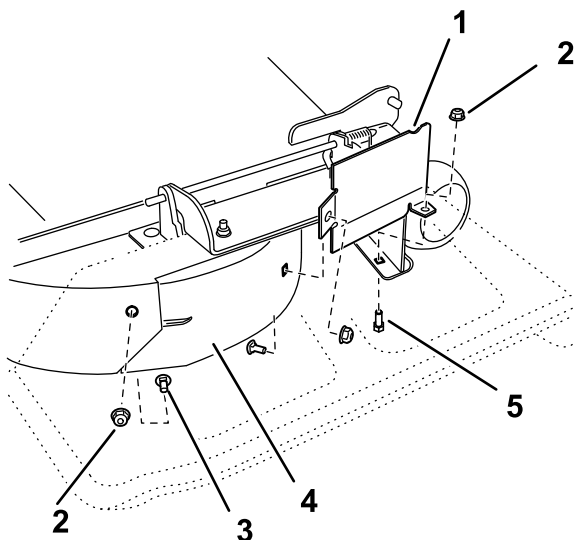

Figure 4
2. Fixez la protection du déflecteur à l'aide de 1 boulon (5/16" x 3/4"), de 1 boulon de carrosserie (5/16" x 3/4") et de 2 écrous (5/16"), comme montré à la Figure 4. Serrez les fixations à la main.
- Fixez la paroi arrière du déflecteur droit au plateau de coupe à l'aide de 1 boulon de carrosserie (5/16" x 3/4") et de 1 écrou (5/16"), comme montré à la Figure 4.